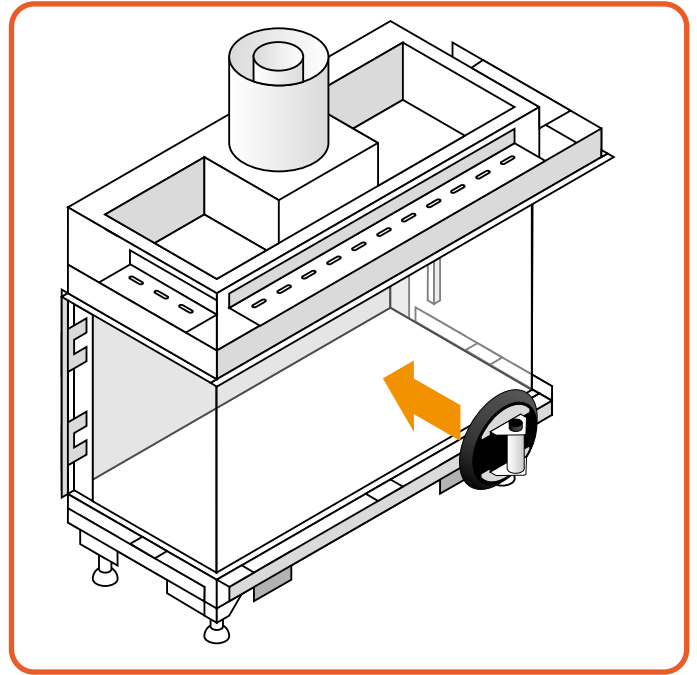

Figure 9.3 | Saugnapf anbringen
- Entfernen Sie die Seile, die das Glas halten (siehe Abbildung 9.3)